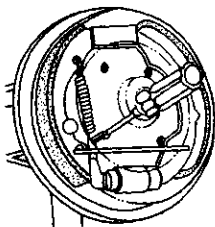

图 3-183 用旋具向上拨动楔形块
- 5) 拆下 1 个车轮螺栓，用旋具通过车轮螺栓孔向上拨动楔形块（如图 3-183 所示），使制动蹄摩擦片与制动鼓放松。